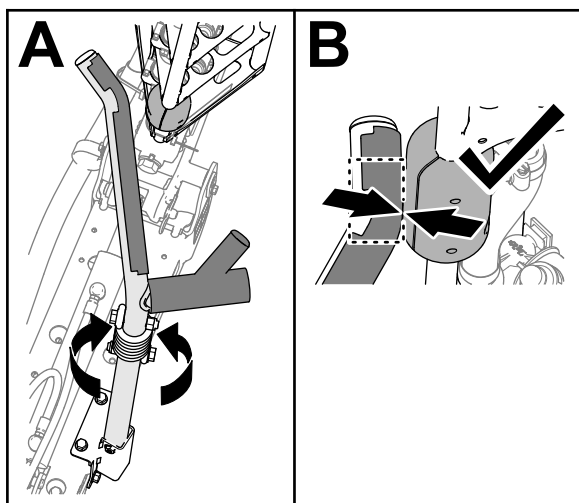

图 117
4. 旋转托架总成直到托架管中的弯曲部分与外喷洒臂顶管上的滑块对齐图 117
注意 滑块必须在上托架管的弯曲部分接触托架图 117。